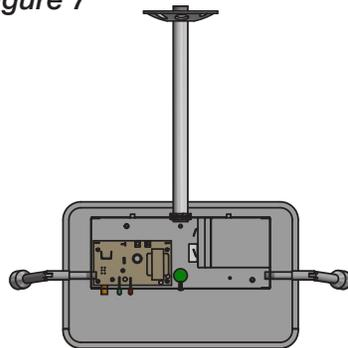

Figure 8
5. Réinstaller le couvercle du bloc d'alimentation (fixé au deuxième cadre pour le modèle double face) et fixer à l'aide de la vis du bas. (figure 8).